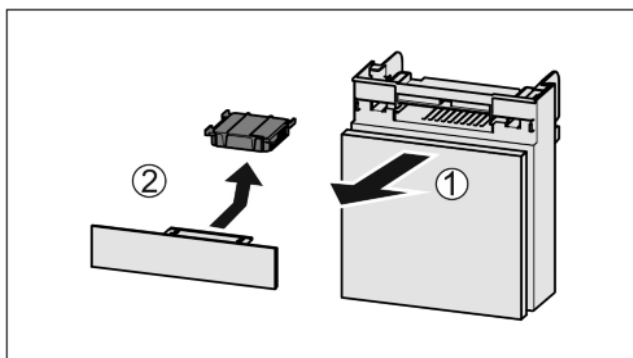

Fig. 51
- ▶ Retire el compartimiento hacia delante Fig. 51 (1).
- ▶ Retire el filtro de carbón activo Fig. 51 (2).